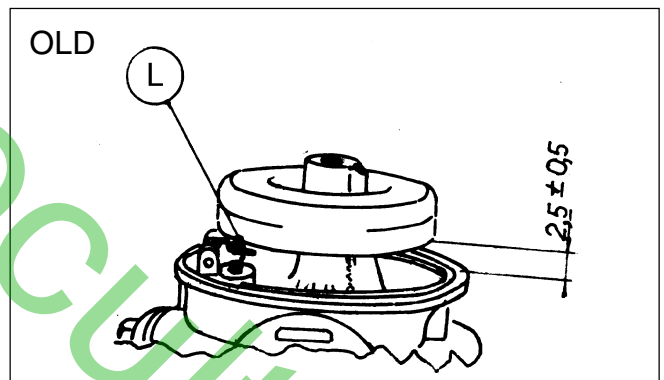

Fig. 16
- Contrôler le niveau du flotteur comme suit: retourner le corps du carburateur avec le flotteur monté et contrôler le jeu entre le corps et le flotteur du côté opposé à l'articulation. Le jeu devrait être de 3/32" (2,5 mm +/- 0,5) (voir Fig. 16).
ATTENTION - il existe en production des flotteurs en plastique avec lesquels il n'est pas possible de régler le niveau. Si la mesure de la Fig. 16 n'est pas respectée, il faut remplacer le flotteur.
Pour les carburateurs produits précédemment, on utilisait une cote de réglage de la hauteur du flotteur comme indiqué aux fig. 16 et 23.